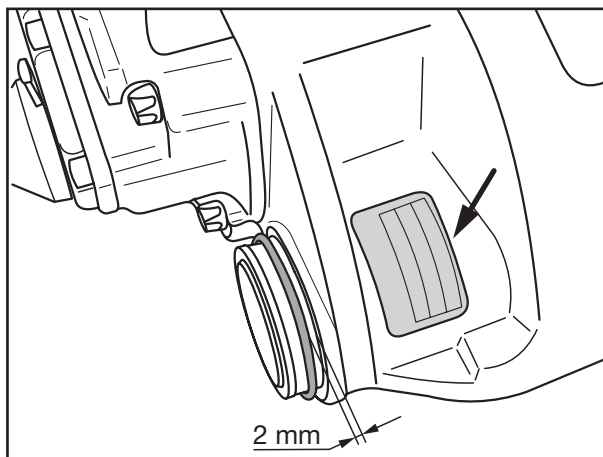

Fig. 9
When selecting the replacement brake calipers, be sure to select the correct part numbers and check the model plate on the brake caliper (Fig. 9, page 8-3, arrow).
Pour le choix des étriers de frein de rechange, prière de se référer au numéro de pièce concerné et à la plaque signalétique apposée sur l'étrier de frein (Fig. 9, page 8-3, flèche).
- [24] O-Ring auf dem Satteldorn wie in Fig. 9 montieren.
- [24] Fit the O-ring onto the caliper dome as shown in Fig. 9.
- [24] Monter le joint torique sur le dôme de l'étrier comme illustré sur la Fig. 9.